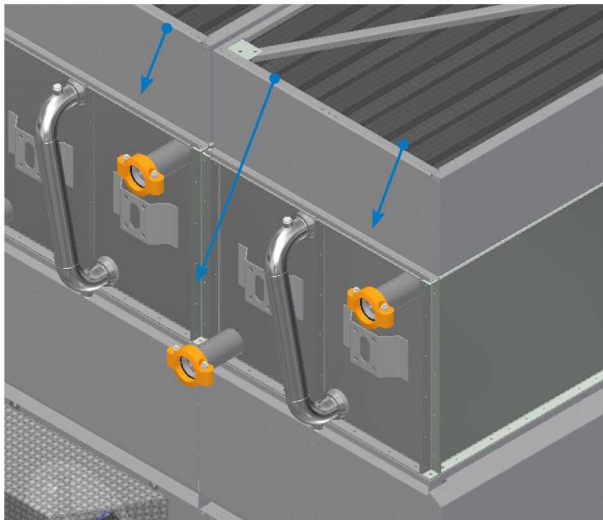

Abbildung 20 Anbringen der flexiblen Kupplung (serieller Durchfluss dargestellt)
1. Bringen Sie die flexible Kupplung ND80 (Victaulic BAC Nr. 202174M6) am hCore®-Wärmetauschtechnologiesystem an. Siehe Abbildung 20.